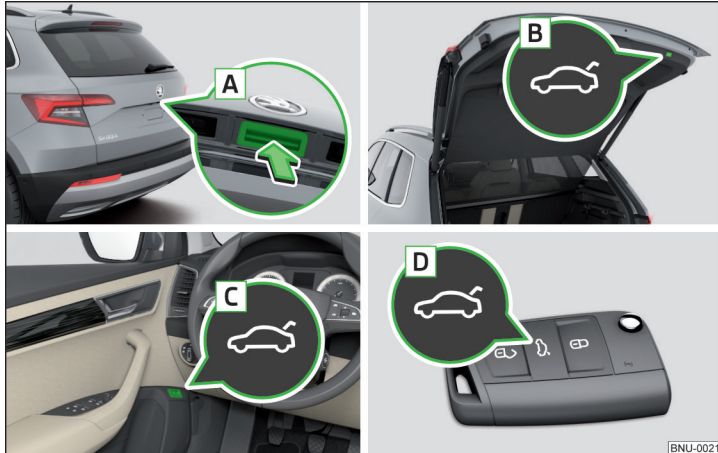

Abb. 54 Klappenbedienung
- ▶ Durch das Drücken des Griffs **A** » Abb. 54.
- ▶ Durch das Drücken der Taste **B** » Abb. 54.
- Die Taste **A** » Abb. 54 wird beim Anfahren bzw. ab einer Geschwindigkeit von mehr als 5 km/h deaktiviert. Nach dem Anhalten und Öffnen einer Tür wird die Taste wieder aktiviert.
- › Die Taste **B** » Abb. 54 auf Seite 66 gedrückt halten, bis ein akustisches Signal ertönt.
Die Klappe reagiert nicht auf ein Öffnungssignal	Entfernen eines eventuellen Hindernisses (z. B. Schnee), erneutes Öffnen der Klappe » Seite 66 Drücken des Griffs A » Abb. 54 auf Seite 66 und Ziehen der Klappe nach oben